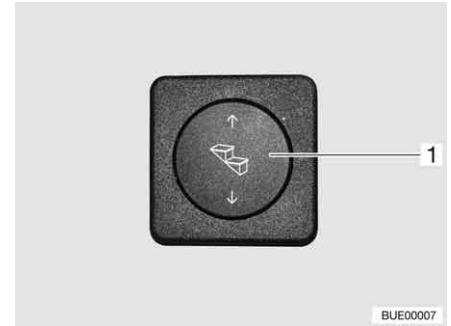

Bild 11 Bedientaster Eintrittstufe
- Wipptaster (Bild 11,1) unten drücken und gedrückt halten (mindestens 3 Sekunden), bis die Eintrittsstufe vollständig ausgefahren ist.
- Wipptaster (Bild 11,1) oben drücken, bis die Eintrittsstufe vollständig eingefahren ist.